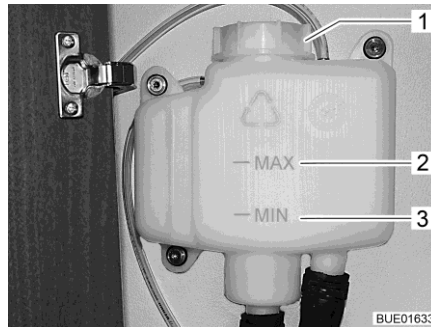

Bild 280 Expansionsbehållare utan kåpa
- Kontroll av vätskenivå utförs på expansionsbehållaren (Bild 280), nivån skall ligga mellan markeringarna "MIN" (Bild 280,3) och "MAX" (Bild 280,2).
- Vredet på expansionsbehållaren (Bild 280,1) öppnas.